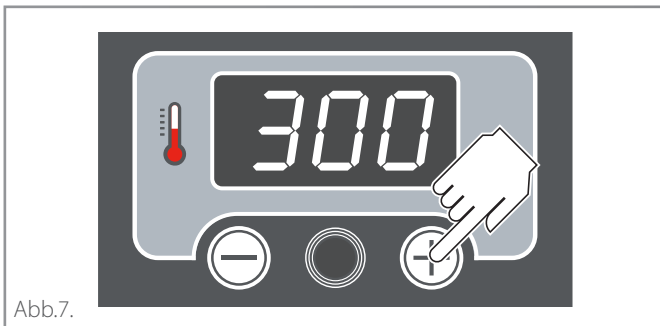
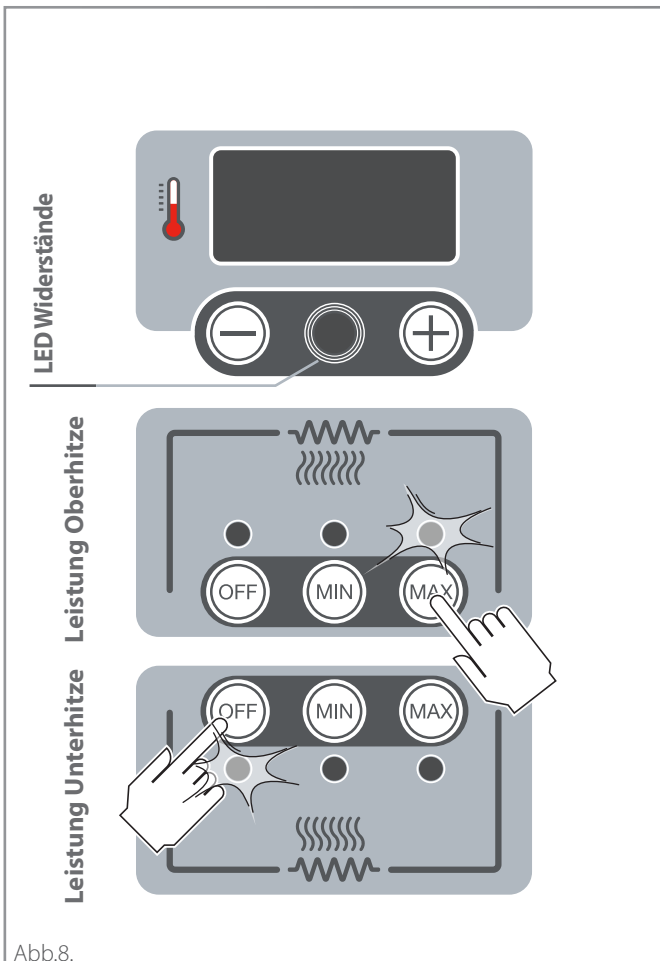

Abb.7.
Abb.8.
► **Abb.7. - Abb.8.)**
#### ► Abb.7.
#### ► Abb.8.